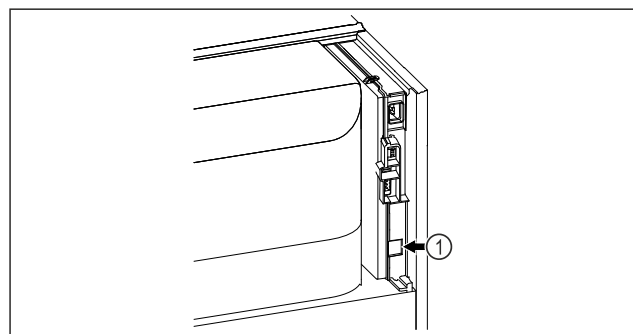

Fig. 109
- SmartModule Fig. 109 (1) встановлено.